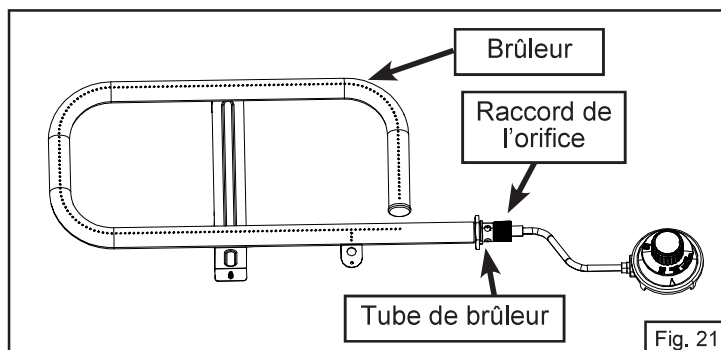

Fig. 21
1. Il est important de bien placer le brûleur en fonction de l'orifice. Pour assurer que le tube de brûleur est bien positionné, servez-vous d'un tournevis pour retirer le panneau de commande. Le tube de brûleur devrait se trouver par-dessus le raccord de l'orifice. Voir la figure 21 (panneau de contrôle non montré).